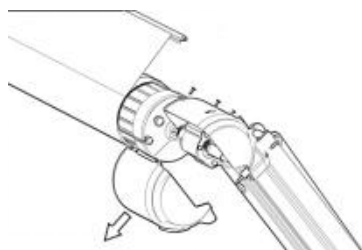

Figure C20
3.7 Abra la cubierta decorativa en el lado del motor del brazo plegable. (Figura C20)